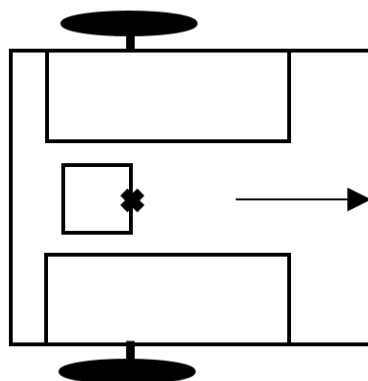

Рис. 5. Дифференциальный робот
11. Робот (рис. 5) оснащён двумя отдельно управляемыми колёсами, диаметр каждого из колёс робота равен 5 см. Колёса напрямую подсоединены к моторам. Ширина колеи робота равна 20 см. Маркер вертикально закреплен посередине между колес так, что при движении оставляет на поле непрерывный след. Робот оснащён ультразвуковым датчиком расстояния, который измеряет расстояние от оси колес робота до препятствия перед роботом. Расстояние от передней части робота до оси колес 15 см.